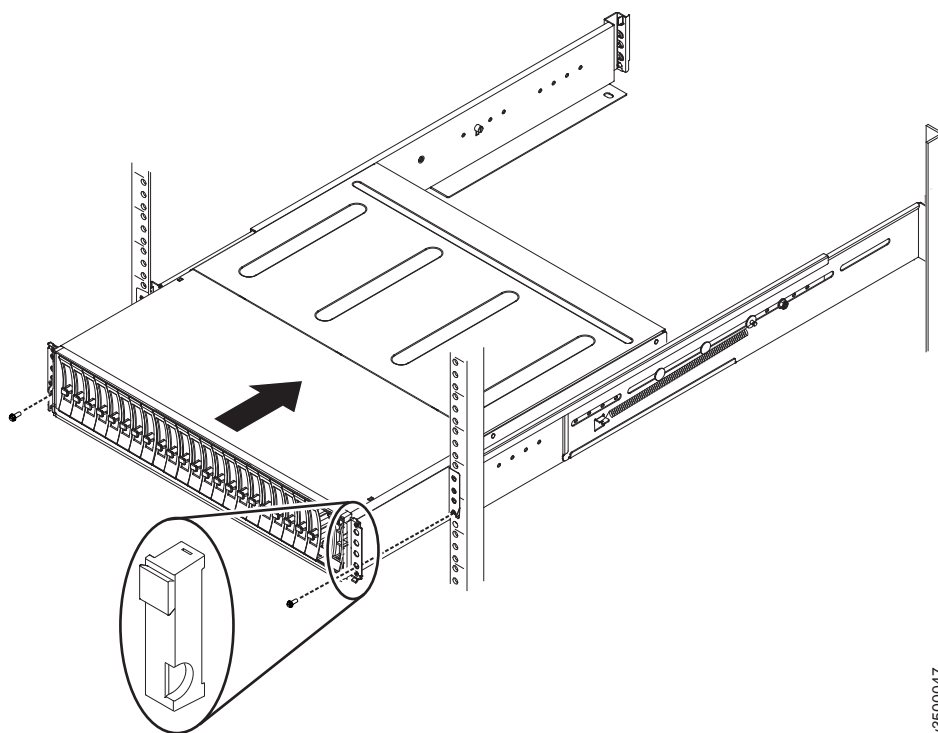

図 38. エンクロージャーのラックへの挿入
3. エンクロージャーが完全に挿入されるまで、レールに沿って注意深くエンクロージャーをラックにスライドさせます(図 38 を参照)。
5. 左右のエンド・キャップを再取り付けします。 39 ページの図 38 を参照してください。左側のエンド・キャップには、エンクロージャーの端にある状況 LED (発光ダイオード) と位置合わせするインディケーター・ウィンドウがあります。